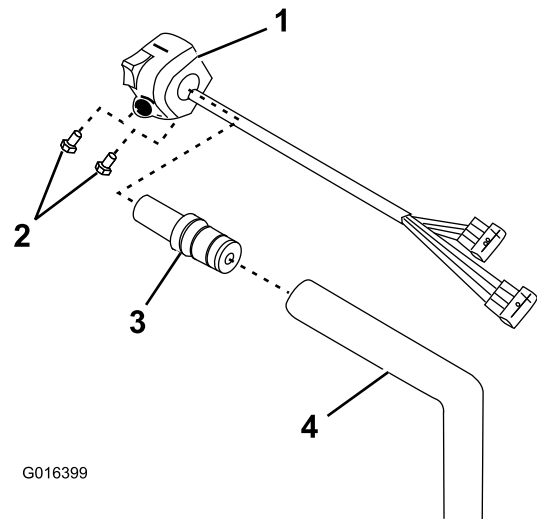

Bild 13
2. Befestigen Sie den Kombinationsschalter am Adapter und ziehen Sie den Kombinationsschalter mit den zwei Schrauben (liegen dem Kit bei) an (Bild 13).